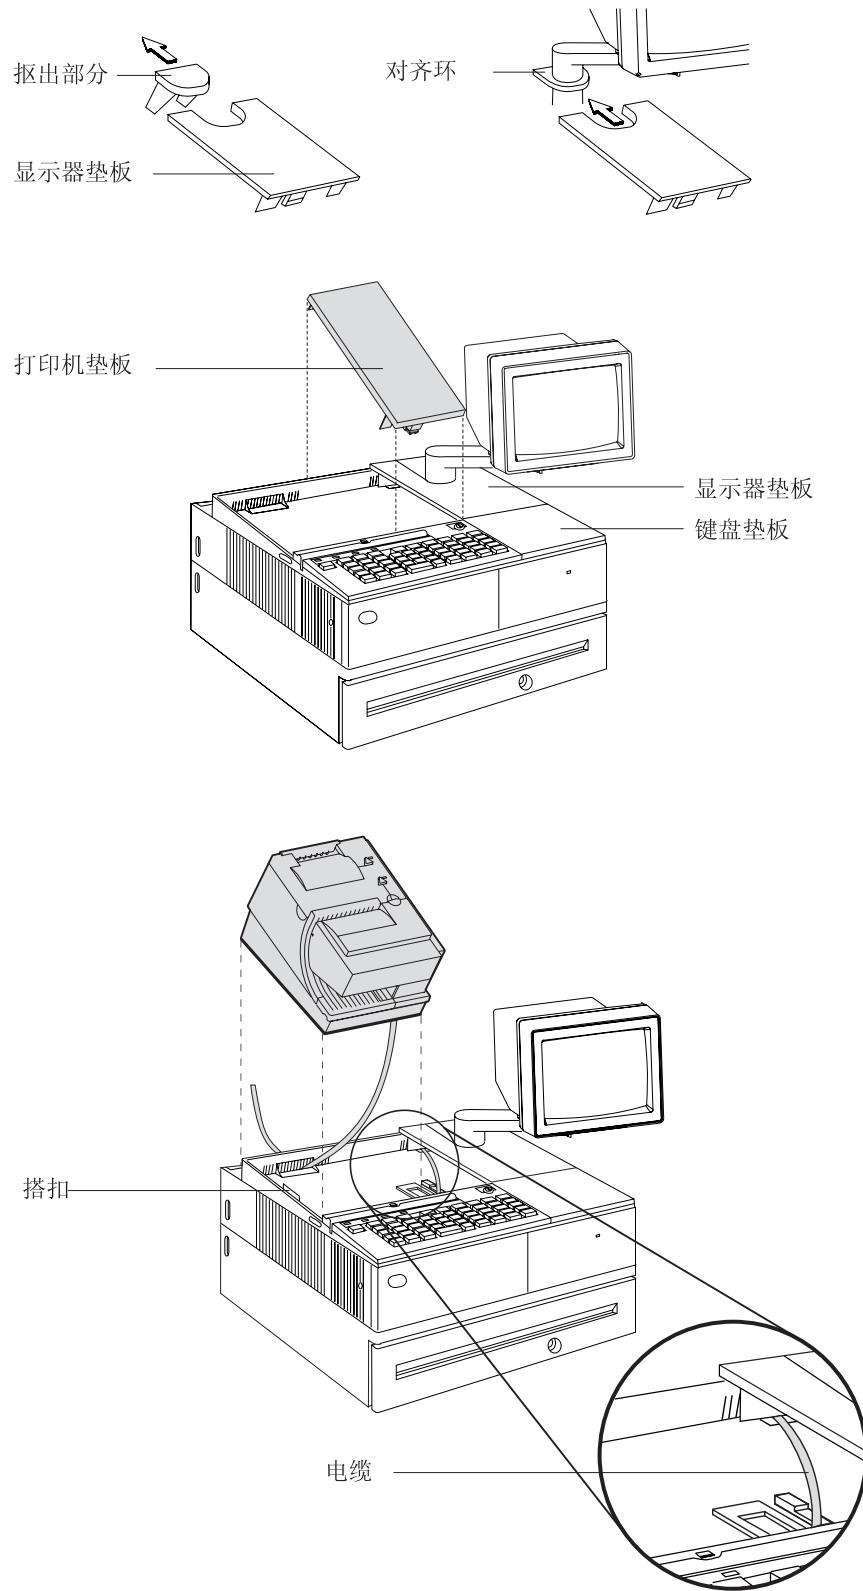

图 13. 安装 USB 系统的垫板. (图中示例为 SurePOS 700 系列系统。)
2. 将与视频显示器相应的垫板放置在该系统单元上。切勿取下挡芯部分，除非安装了集成式视频。请参阅第 23 页的图 13。
3. 如果使用的是短键盘，请将键盘填充件放在键盘边上。请参阅第 23 页的图 13。
4. 将打印机填充件放在显示器填充件边上。请务必将键盘电缆沿侧边布线，如第 23 页的图 13 所示。